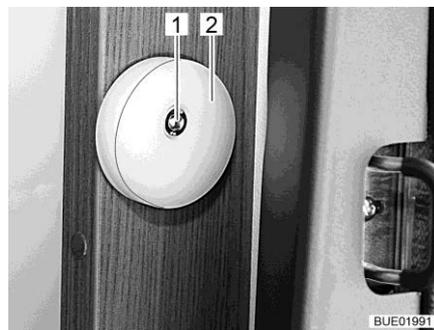

Fig. 120 Guía de la cama elevada
- Soltar el tornillo (Fig. 120,1).
- Ajustar la arandela de guía (Fig. 120,2).
- Apretar el tornillo (Fig. 120,1).